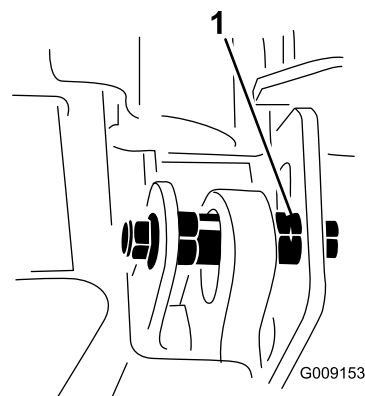

図 8
**注** 偏芯カムの突起部から 180° の位置にノッチが切ってあります（図 8）。偏芯カムでの調整を行う時、この突起部からのノッチが目安になります。